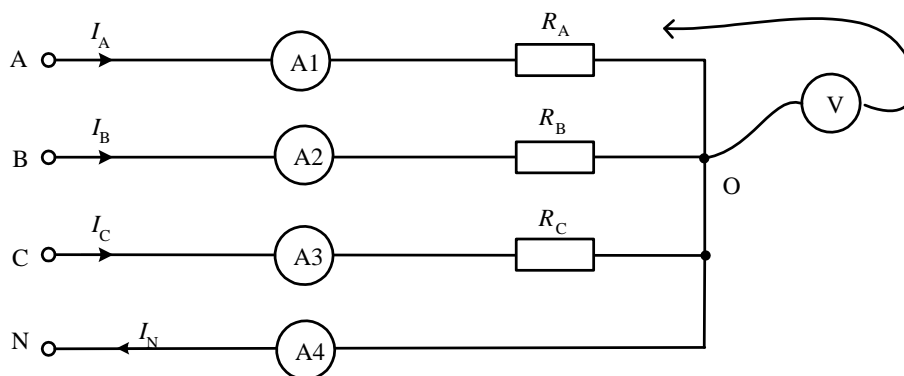

Рисунок 8 – Исследование режимов короткого замыкания
3.1. Соберите цепь согласно схеме (рис. 8) с сопротивлениями фаз  $R_A=R_B=R_C=1$  кОм. Измерения токов можно производить одним-двумя амперметрами, переключая их из одной фазы в другую, либо виртуальными приборами.